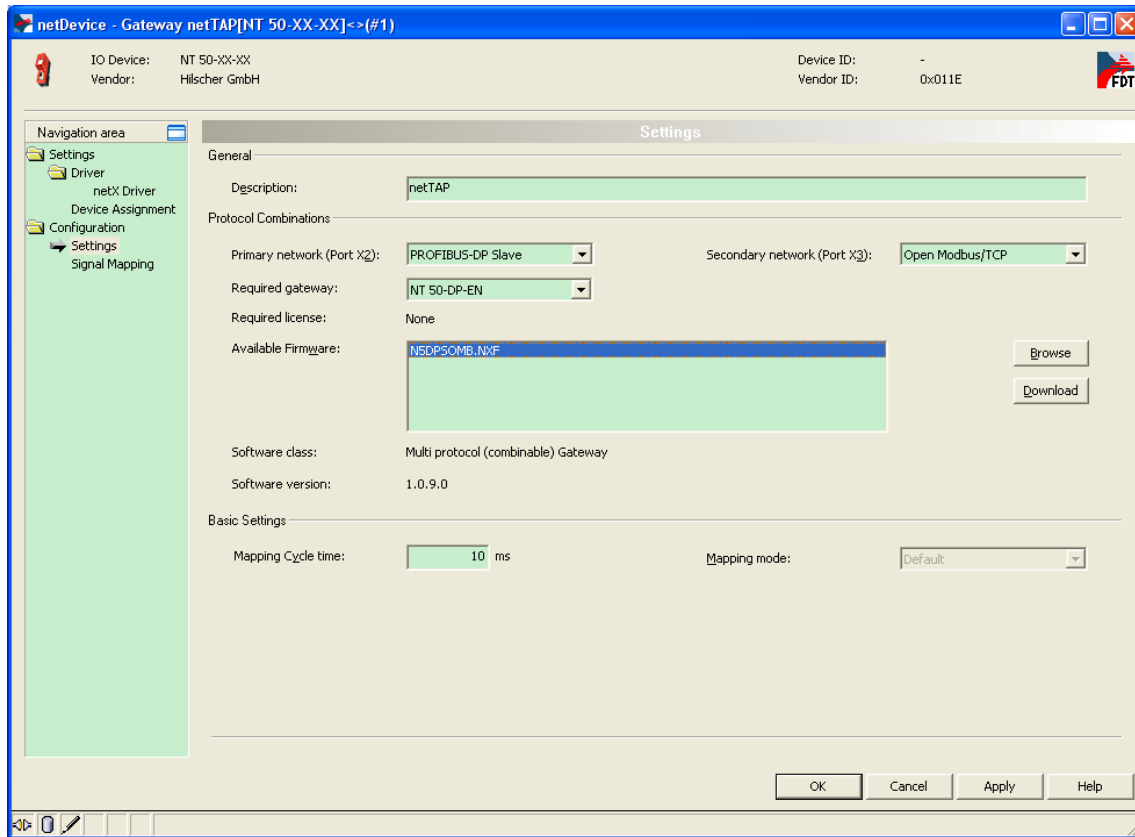

图 22
- 6) 选择“Settings”栏，Port X2 选择 PROFIBUS-DP Slave 协议，Port X3 选择 Open Modbus/TCP 协议，如图 22 所示。选中对应的 Available Firmware，单击右侧的 Download 按钮，下载对应的固件。固件下载完成后，单击 OK 按钮退出该对话框。